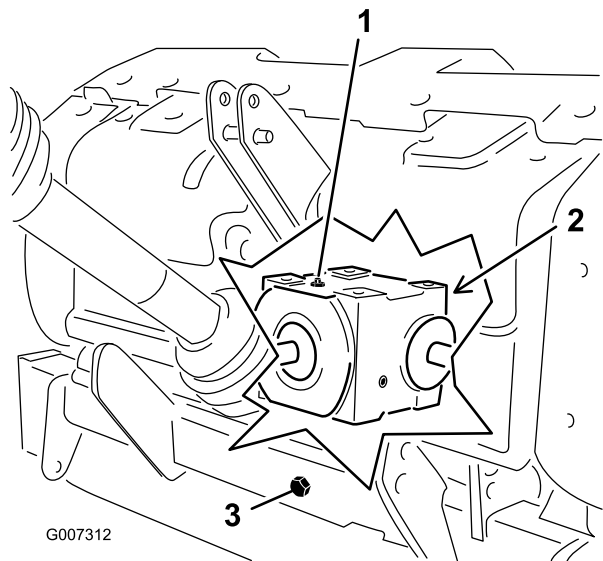

図 27
2. ギアボックスの点検プラグを外す (図 27)。
3. 点検プラグの穴のふちまで油量があればよい (図 27)。
1. 内部に異物が侵入しないよう、補給プラグおよびドレン・キャップの周囲をきれいに拭く (図 27)。